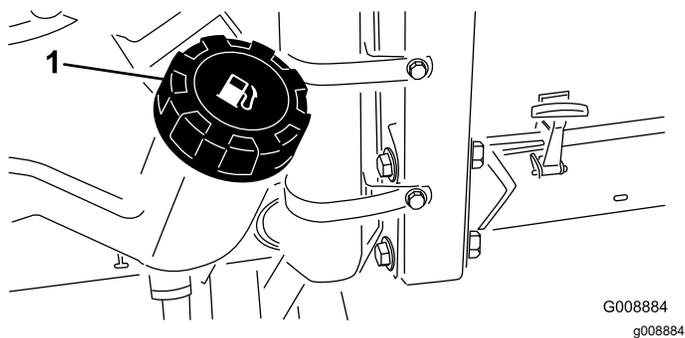

Рисунок 28
1. Очистите поверхность вокруг крышки топливного бака (Рисунок 28).